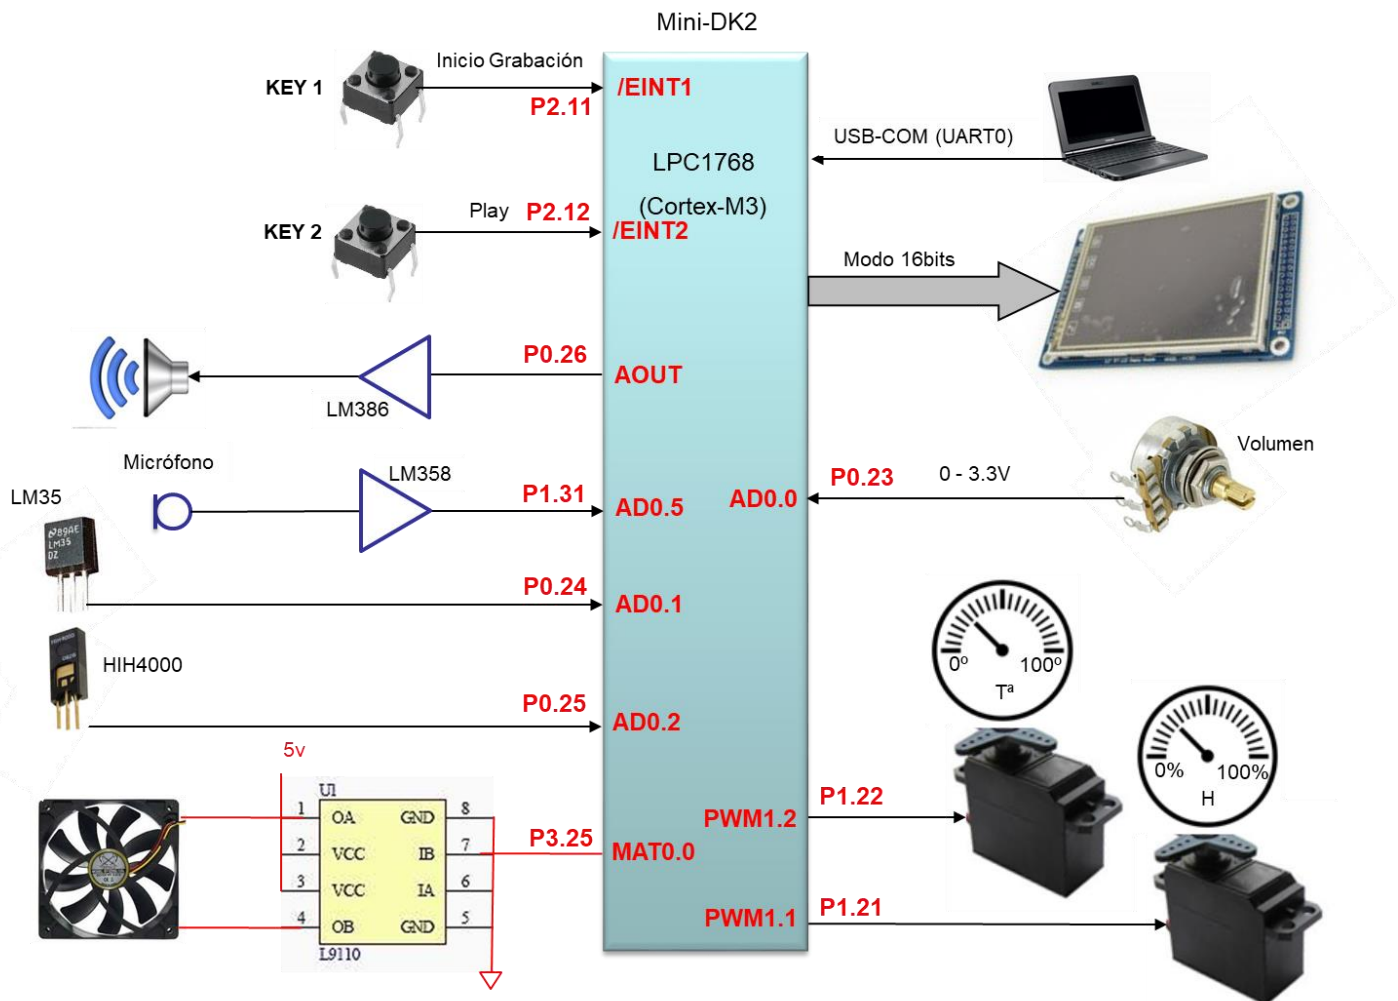

Figura 1. Diagrama de bloques sistema
- a) Complete el interconexión sobre el diagrama de la figura 1, el pin **Pn.x** (sobre la línea de conexión) y el nombre del recurso utilizado dentro del bloque que representa al LPC1768 (ej. **MAT1.0**).
- d) Explique el recurso que utilizaría y como lo configuraría, para generar la **señal PWM** que actuaría sobre el **ventilador**. Considere una frecuencia de la señal **PWM de 1 KHz** y que el ciclo de trabajo varíe entre el 10% y 90%, en función de una variable global **ciclo_PWM** ya declarada que toma valores entre 0 y 1. Complete sobre la figura 1 la conexión del L9110 con el ventilador y el LPC1768, según **Anexo III**.